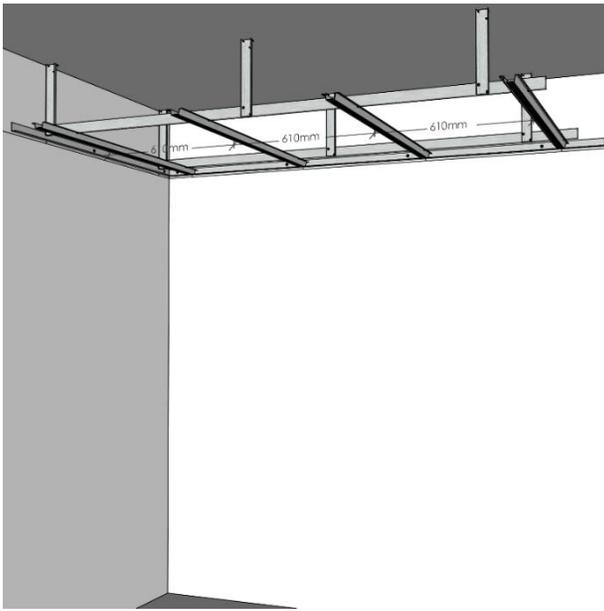

Figura 105. Instalación de perfiles omega
- Se deben fijar con tornillos ambas aletas del perfil omega a la viga (véase Figura 105)